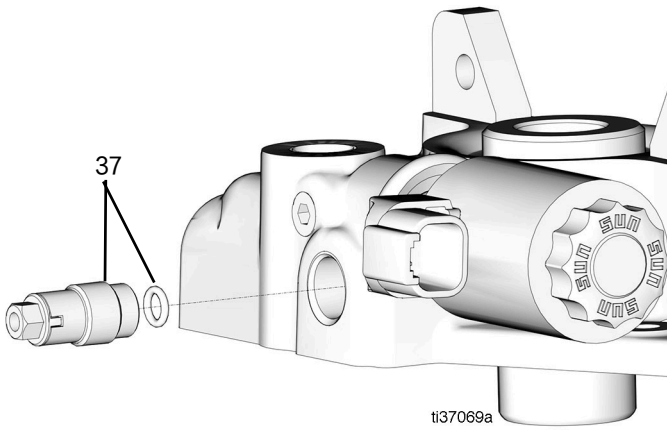

图 73
- 33. 将 O 形圈放在止回阀上，然后放入泵出口并拧紧（直至力矩达到 16 英尺-磅/21.7 牛•米）（图 73）。